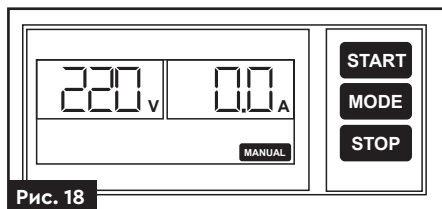

Рис. 18
- Після закінчення зворотного відліку насос вимкнеться. Пульт збереже параметри роботи насоса (силу струму, напругу у мережі). На дисплеї з'являться написи, що зазначені на рис. 18.